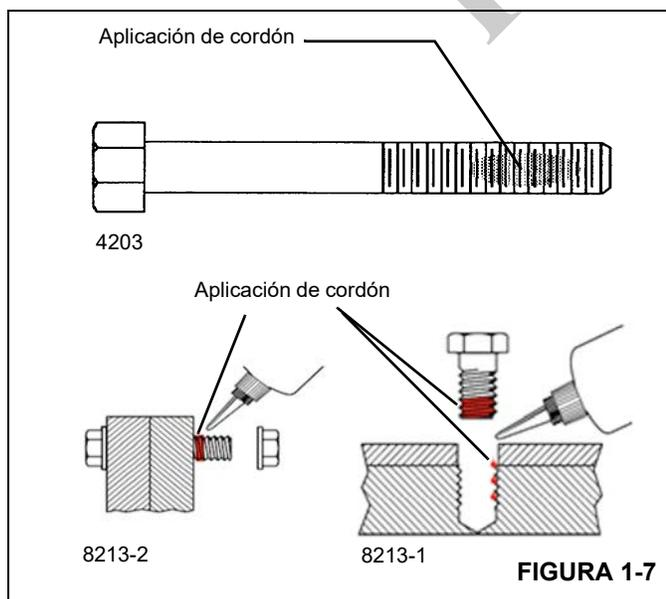

FIGURA 1-7
1. Aplique un cordón en sentido perpendicular a las roscas, de un ancho equivalente al de varias roscas, en la zona aproximada de engrane de las roscas (Figura 1-7).
3. Después de haber aplicado la pasta y haber engranado las roscas adosadas, la fijación se producirá en menos de cinco (5) minutos. Para adquirir la resistencia máxima de fijación se requieren 24 horas.